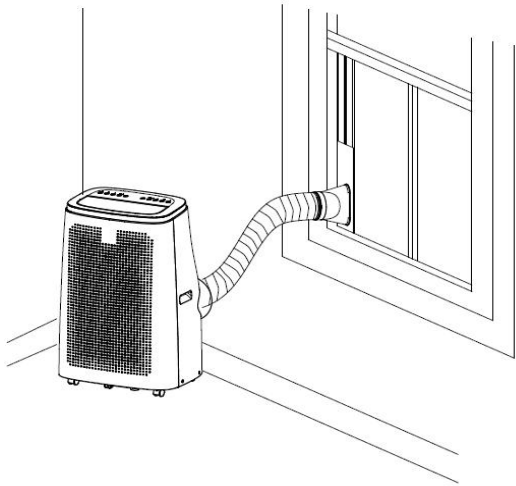

Afbeelding 4
3) Verplaats de unit met geïnstalleerde warmtepijp en hulpstukken voor het raam, en de afstand tussen de behuizing en muren of andere voorwerpen moet ten minste 50 cm bedragen (zoals weergegeven in afb.4).